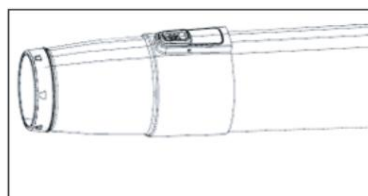

Fig 5
3. Skub dysen mod røret, indtil låsen klikker på plads (fig. 5).